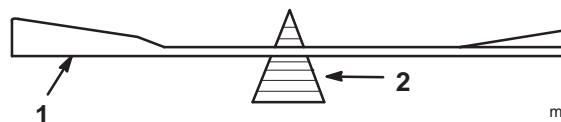
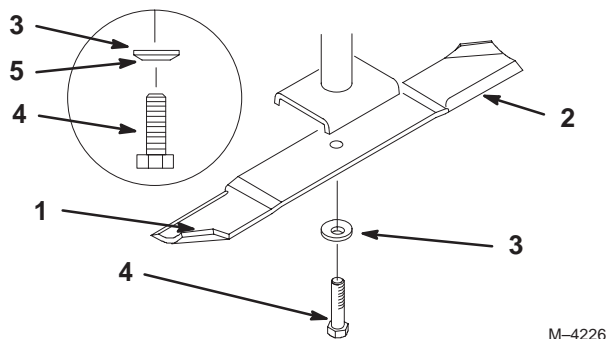

Figure 37
Figure 38
1. Tenez la lame à son extrémité avec un chiffon ou un gant épais. Retirez le boulon, la rondelle élastique et la lame de l'axe de la lame (Fig. 38).
2. Vérifiez l'équilibre de la lame en la plaçant sur un équilibreur (Fig. 37). Si la lame reste horizontale, elle est équilibrée et peut être utilisée. Si la lame est déséquilibrée, limez un peu l'extrémité de la partie incurvée seulement (Fig. 38). Répétez la procédure jusqu'à ce que la lame soit équilibrée.
1. Placez la lame sur l'axe (Fig. 38).
2. Installez la rondelle élastique et le boulon de lame (Fig. 38). **Serrez le boulon de lame à 115–150 Nm (85–110 pieds-livre).**